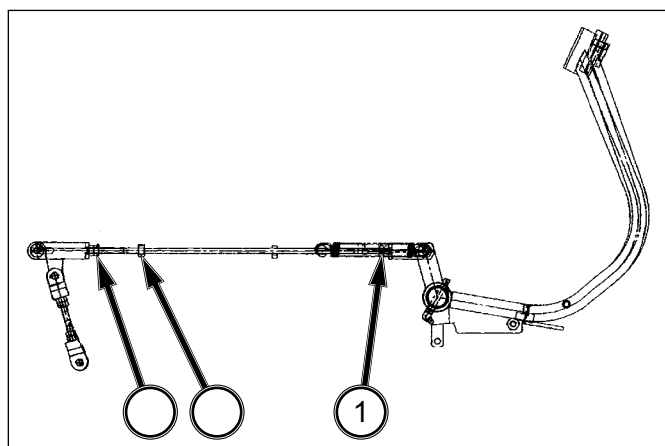

FIG. 6-40 (Transmission mécanique)
FIG. 6-40: Desserrez l'écrou de blocage (1) (filet droit) et l'écrou de blocage (2) (filet gauche). Réglez la tige avec l'écrou à épaulement (3), pour obtenir la garde de pédale de frein correcte.